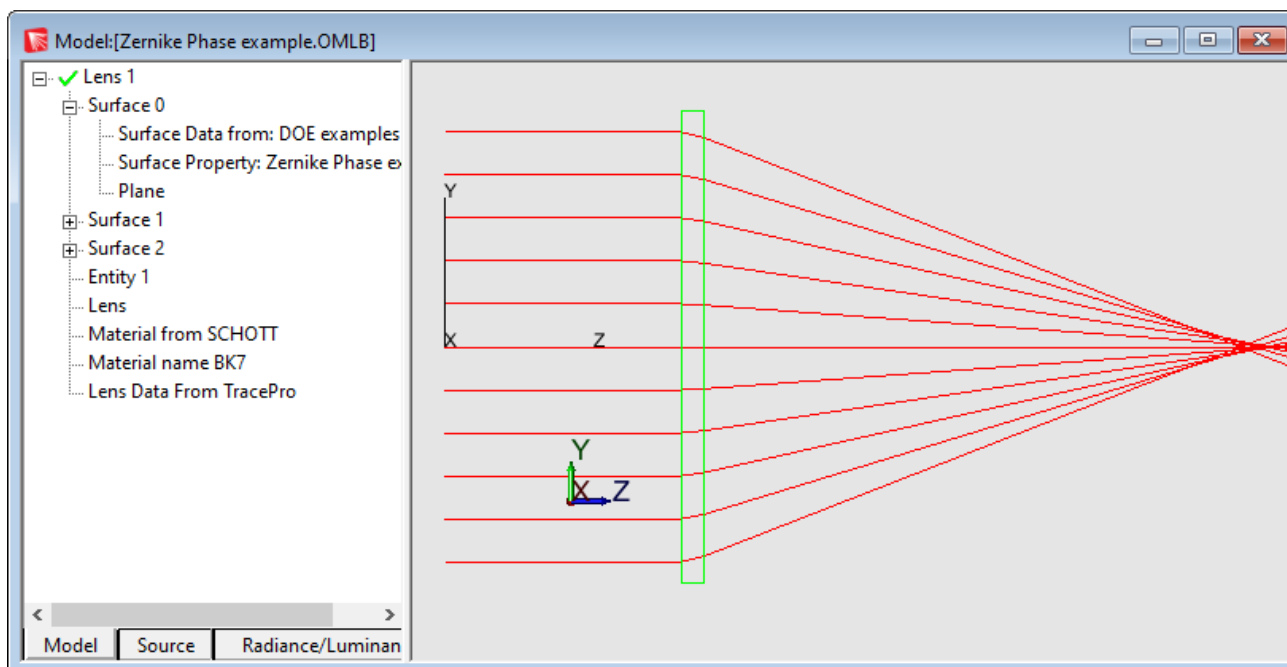

Figure 16. Zernike Phaseサーフェスプロパティが適用されたレンズエレメントを通しての光線追跡
11. Trace rays and observe that the diffracted rays converge behind the Lens Element as shown in Figure 16.